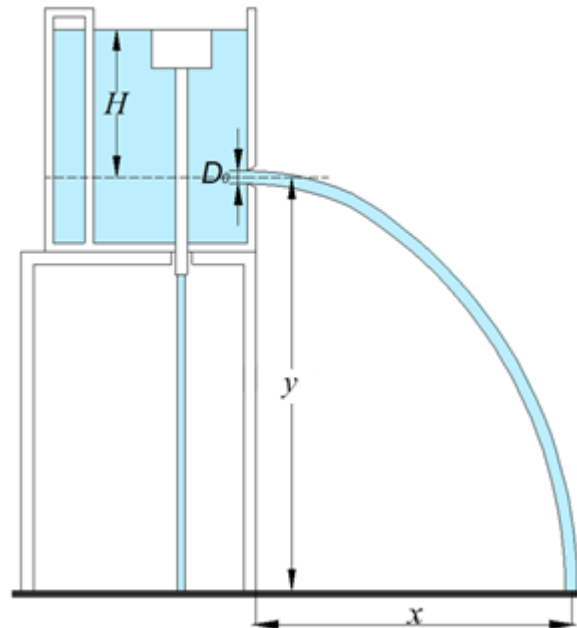

Figura 1. Orificio lateral de pared delgada
- a) La carga H , en m, que va desde el centro de gravedad del orificio hasta la superficie del nivel establecido (figura 1).
- b) La distancia horizontal x , en m, entre la sección contraída y el centro del chorro que impacta en el piso (figura 1).
y distancia vertical entre la sección contraída y el piso, figura 1.